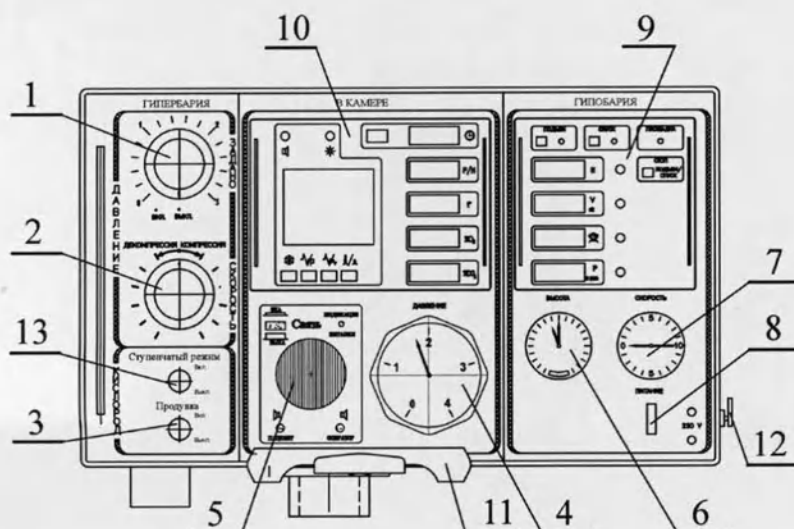

Рис.4
Пульт управления (рис.4) выполнен со съемной задней крышкой и устанавливается на корпусе барокамеры с помощью фиксируемого стакана, расположенного на основании пульта.
Пульт управления барокомплекса БЛКС-307 (рис.4)
4.4.1. В таком положении система обеспечивает автоматическое непрерывное проведение режима “подъем- площадка- спуск” сразу после закрытия крышки до упора и нажатия кнопки “подъем”, если предварительно было включено электропитание и были установлены желаемая скорость подъема, высота, время нахождения на заданной высоте и величина атмосферного давления на данный момент времени. Указанные параметры устанавливаются на блоке управления сеансами гипобарии 9 (см. Рис.4).
В режиме спуска насос не работает, давление в камере стремится к атмосферному за счет притока воздуха через магистраль 47. Заданная скорость спуска поддерживается блоком управления 9 (см. Рис.4), путем изменения проходного сечения привода 19.
В случае отключения электропитания в ходе проведения сеанса прекращается работа насосного блока. Система переходит в состояние неуправляемого спуска со скоростью не более 10 м/с (зависит от того, в каком положении остановился привод 19). Возможно провести более быстрый спуск с ручным регулированием скорости спуска (не более 20 м/с.) с помощью крана КР2, при этом необходимо ориентироваться на показания высотомера 6 и вариометра 7 (см. Рис.4)
4.5. При проведении сеансов гипербарии или (и) гипобарии на минимониторе 10 (см. Рис.4) постоянно находят отражение параметры среды в камере, а также состояние пациента.